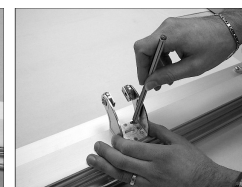

Рис. 2
- B. Поместите опорный кронштейн двигателя вдоль края неподвижной части рамы на уровне отмеченной ранее центральной линии и отметьте положения четырех отверстий для крепежных винтов (рис. 2).
- B. Поместите опорный кронштейн двигателя вдоль края подвижной части рамы на одной линии с отмеченной ранее центральной линией и отметьте положения четырех отверстий для крепежных винтов (рис. 2).